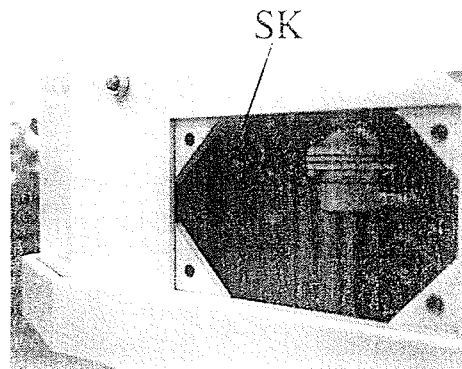

Bild 14
- Startmehrmengenknopf (Bild 14) einmal ziehen